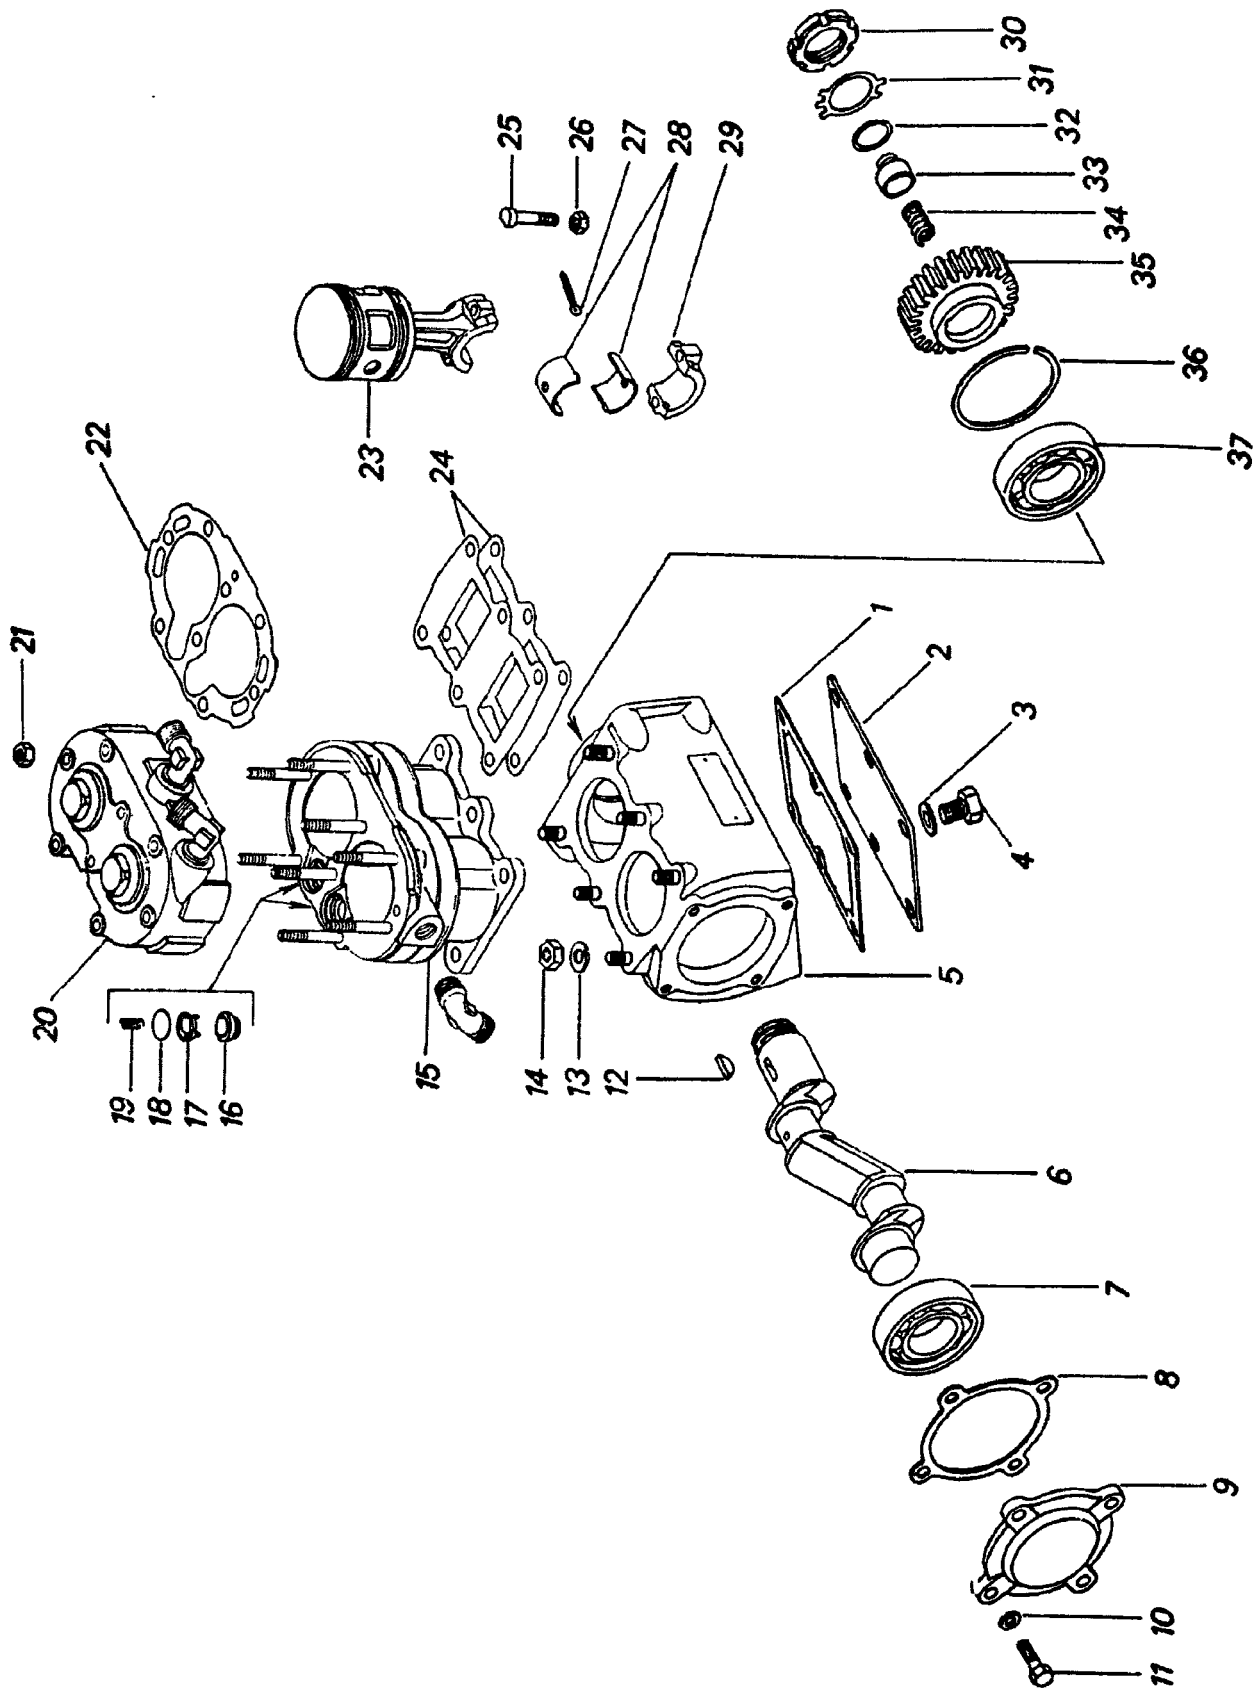
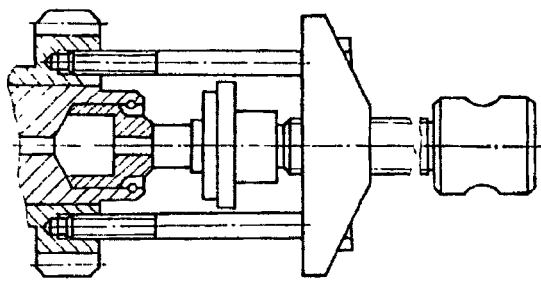

Рис. 284. Компрессор пневмотормозов:
Рис. 286. Снятие зубчатого колеса привода компрессора
2. Отверните гайки 21 (рис. 284) крепления головки 20 компрессора	Сменная головка 13 мм, вороток
8. Распорите замковую шайбу 31 (см. рис. 284) и отверните гайку 30 крепления зубчатого колеса привода коленчатого вала, снимите упорное кольцо 32, уплотнитель 33, пружину 34 уплотнителя	Зубило, молоток, ключ для круглых шлицевых гаек, специальные пассатижи И801.23.000-01
9. Съёмником (рис. 286) снимите зубчатое колесо 35 (см. рис. 284) привода и выньте шпонку 12 из паза коленчатого вала 6	Съёмник, молоток, деревянная подкладка, зубило